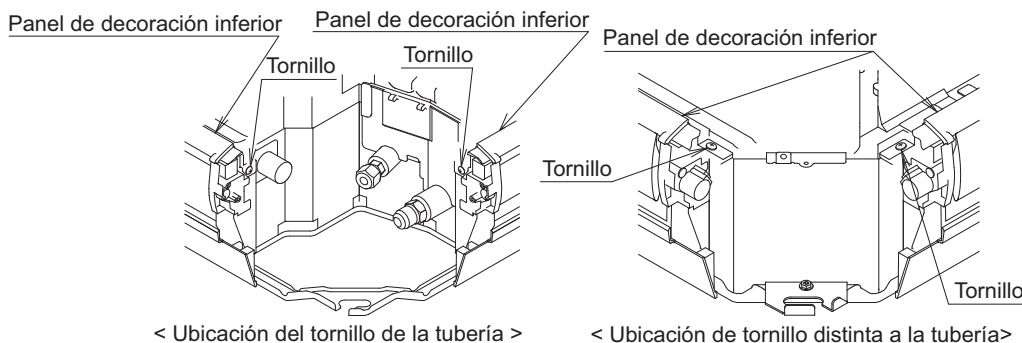

Fig. 14
* Si le resulta difícil introducir el material de bloqueo, afloje los tornillos izquierdo y derecho del panel decorativo inferior e introdúzcalo. Asegúrese de apretar de nuevo los tornillos aflojados una vez fijado el material de bloqueo. **(Consulte la Fig. 14)**